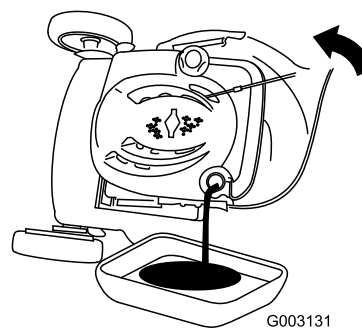

Figure 45
3. Inclinez la tondeuse sur le côté (filtre à air vers le haut) pour vidanger l'huile usagée par le goulot de remplissage (Figure 45).